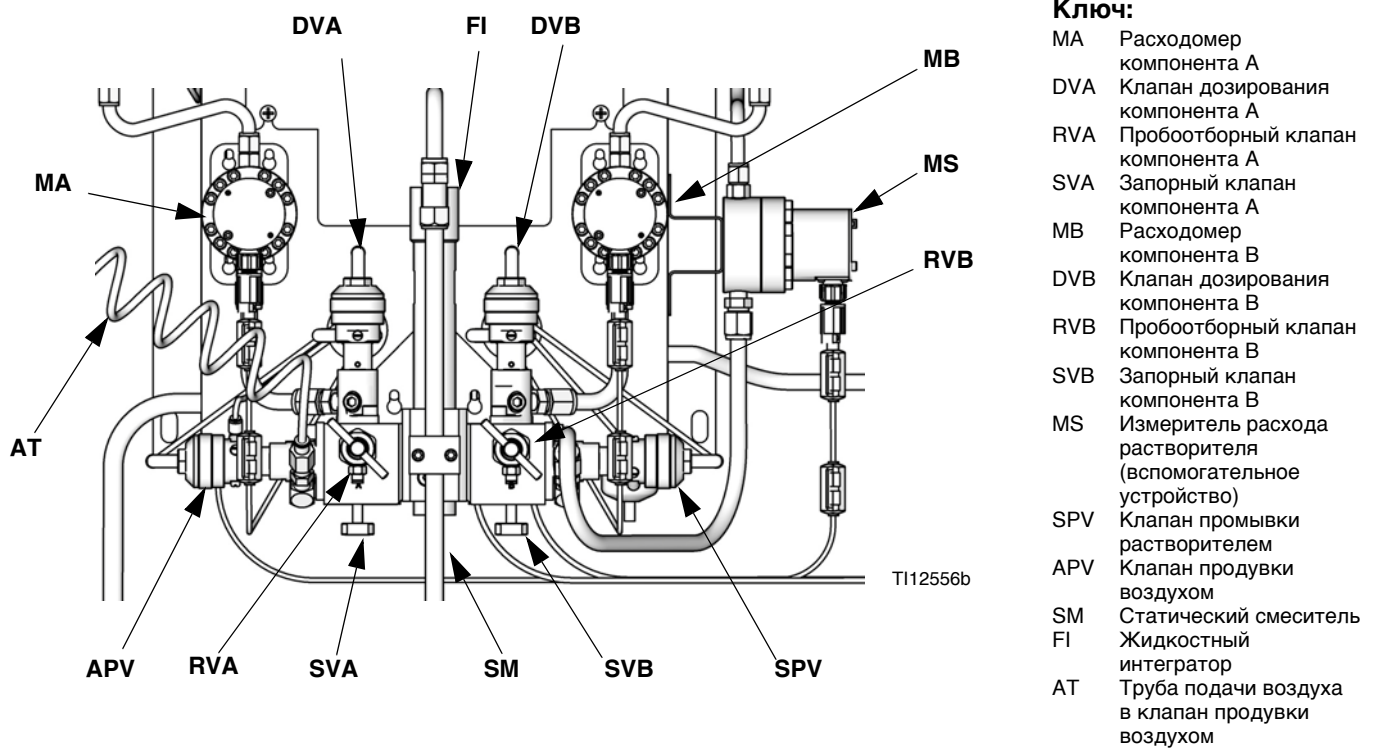

Рис. 3. Настенная жидкостная станция
4. Перекройте подачу жидкости к клапану промывки растворителем (SPV) и подачу воздуха к клапану продувки воздухом (APV), Рис. 3.
2. Закройте запорный клапан на стороне А (SVA), см. Рис. 3. Откройте пробоотборный клапан на стороне А (RVA).
8. Откройте запорный клапан на стороне А (SVA), см. Рис. 3. Закройте пробоотборный клапан на стороне А (RVA).